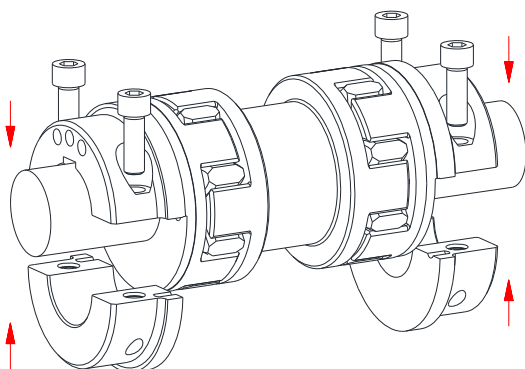

Figura 13: Montaje del acoplamiento sobre los ejes
- Monte el conjunto premontado junto con las mitades en los extremos de los ejes de la máquina de accionamiento y apriete los tornillos (véase figura 13).